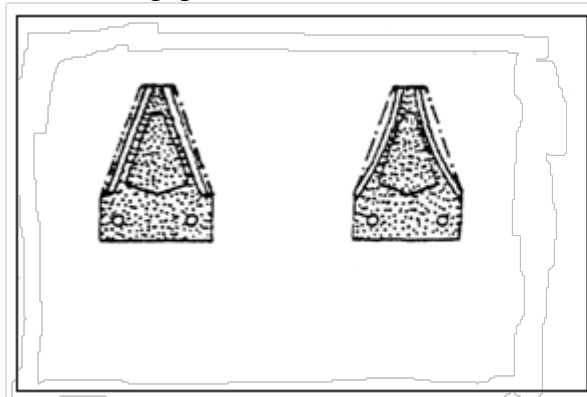

Bild 19.
- Väl och korrekt slipade knivar, se bild 19.